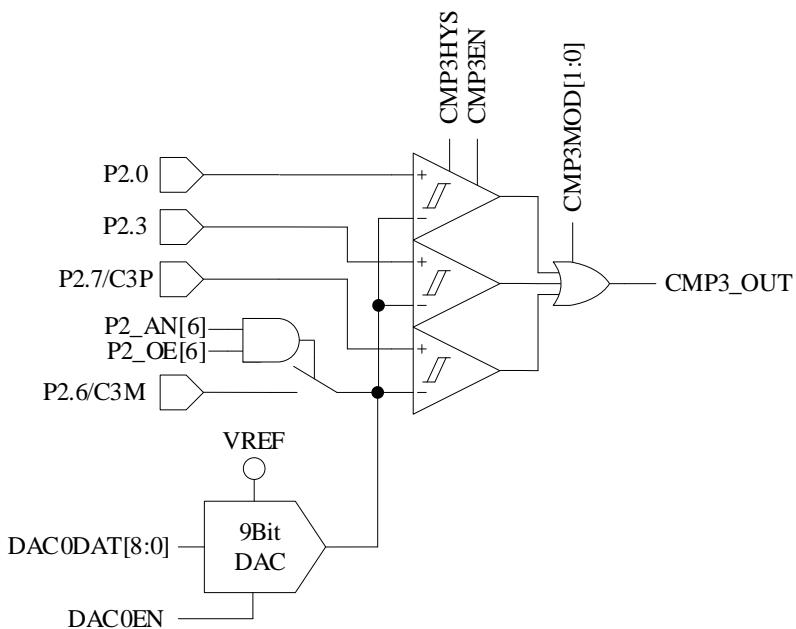

图 28-4 三比较器输入模式
- 配置 CMP_CR1[CMP3MOD] = 1X，CMP3 为三比较器输入模式，具体输入输出端口接法如图 28-4 所示